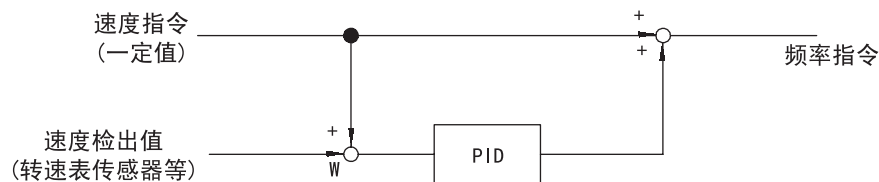

图 7.25 设定值 3, 4 的应用举例
- 图 7.25 所示, 设定值为 3.4 的速度控制的应用举例。(SPEC: F 对应)